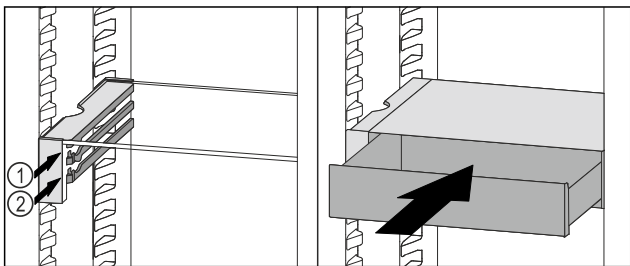

Fig. 44
- ▶ Posizionare il cassetto VarioSafe dietro i tappi sulla nervatura desiderata Fig. 44 (1) o Fig. 44 (2).